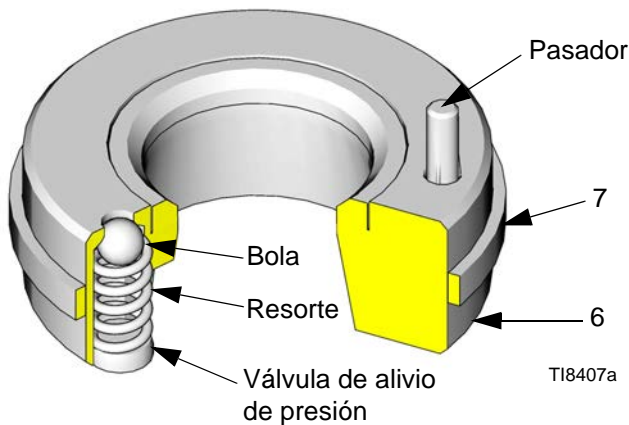

FIG. 3. Asiento de entrada con válvula de alivio de presión
13. Retire los tubos (3) y el cilindro (1). Tire del conjunto del pistón para retirarlo del cilindro. Inspeccione la superficie de la varilla de pistón (17) y las superficies interiores del cilindro y los tubos. Si alguna de estas piezas está rayada o dañada, sustitúyala.
14. Retire el colector de entrada (18) del torno de banco.
15. Retire los cuatro tornillos (9) y arandelas (8) del colector de entrada (18).
NOTA: Un asiento de entrada (6) incluye una válvula de alivio de presión. Vea la FIG. 3. Este asiento debe estar exactamente donde se muestra (lado izquierdo según se muestra en la FIG. 4). Use como guía el texto moldeado en la carcasa de la entrada.
16. Retire las bolas (5), los asientos de entrada (6 y 33) y las juntas (7).
Tenga cuidado de no dejar caer o dañar las bolas (5) o los asientos (6 y 33). Una bola o asiento dañado no sellará bien y la bomba tendrá fugas. Un asiento de válvula de entrada (33) puede invertirse para prolongar la vida útil del asiento. Sin embargo, el asiento de entrada de fluido (6) contiene una válvula de alivio de presión y no es reversible. Vea la FIG. 3 para la orientación correcta.
17. Inspeccione la válvula de alivio de presión del asiento (6) para asegurarse de que no esté obstruida. Presione hacia abajo la bola de la válvula para ver si la bola y el resorte se mueven libremente. Vea la FIG. 3.